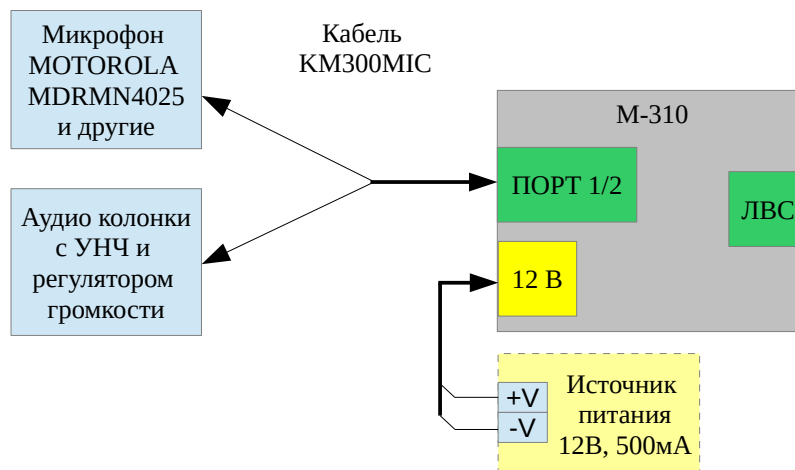

Рис. 3.2.1 Схема подключения операторского оборудования к контроллеру
- 5) «Терминал Mic» - режим для организации рабочего места оператора с использованием микрофонной тангенты и активной аудио системы (рис. 3.2.1). Подключение аудио оборудования оператора выполняется через кабель KM300MIC (прил. 2.5).